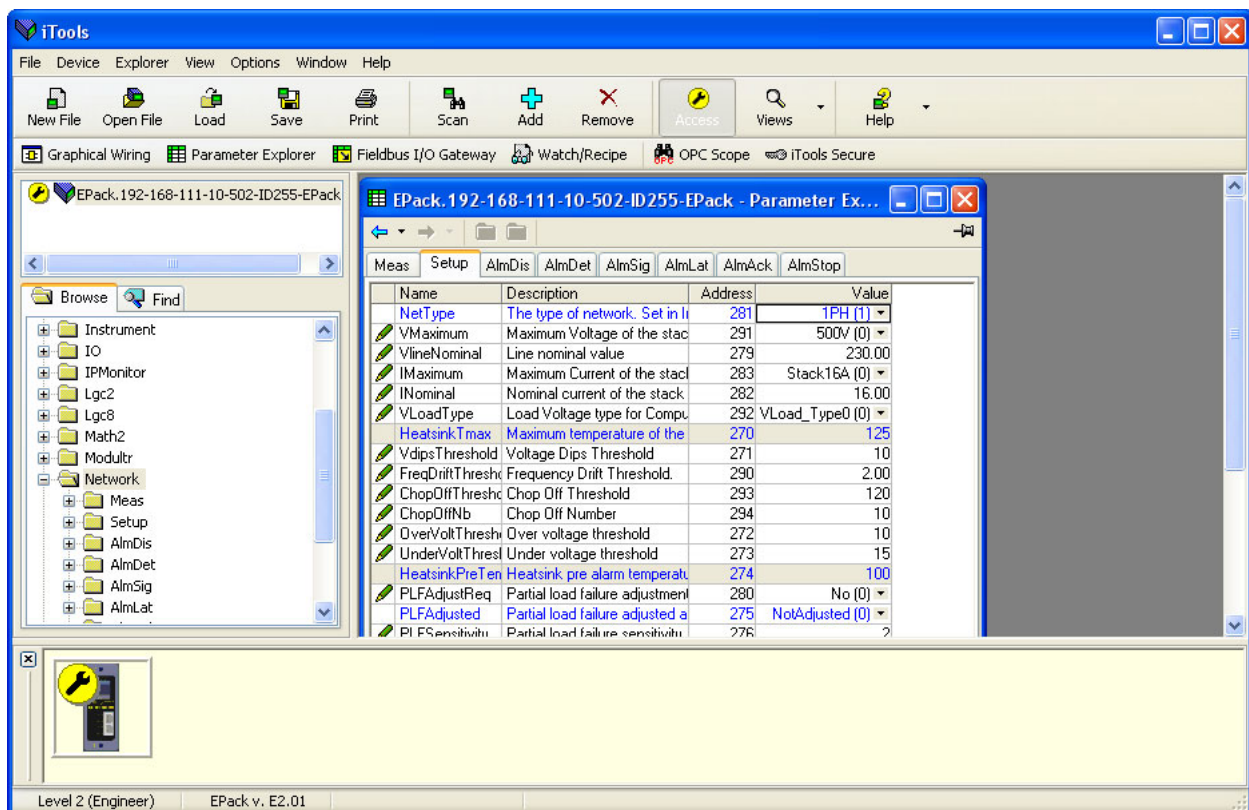
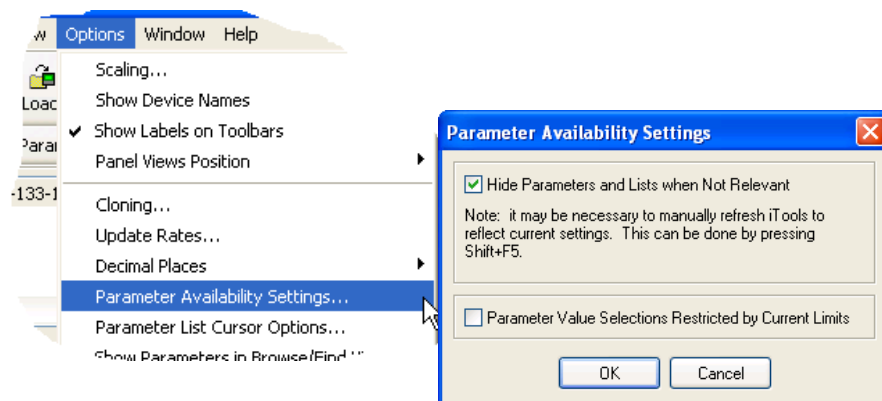

Figura 135 Esempio di tabella di parametri
Figura 138 Mostra/Nascondi parametri
In ogni caso i parametri del blocco funzione vengono visualizzati nella finestra di iTools in formato tabellare, come mostrato in Figura 135.
1. I parametri visualizzati in blu non sono modificabili (sola lettura). Nell'esempio precedente, tutti i parametri sono di sola lettura. I parametri di lettura/scrittura sono visualizzati in nero e presentano un simbolo a forma di "matita" nella colonna di accesso di "lettura/scrittura" sul margine sinistro della tabella. Elementi di questo tipo sono presenti in Figura 135, riportata sopra.
2. Colonne. La finestra Explorer predefinita (Figura 135) contiene le colonne "Nome", "Descrizione", "Indirizzo" e "Valore". Come si può osservare dalla Figura 138 precedente, è possibile selezionare le colonne da visualizzare utilizzando il menu Explorer o il menu di contesto. Nell'esempio precedente è stata abilitata l'opzione "Limits" (Limiti).
3. Parametri nascosti. Come impostazione predefinita, iTools nasconde i parametri considerati irrilevanti nel contesto corrente. È possibile visualizzare i parametri nascosti nella tabella utilizzando la voce "Parameter Availability" (Disponibilità parametri) nel menu delle opzioni (Figura 138). Tali elementi vengono visualizzati con uno sfondo ombreggiato.